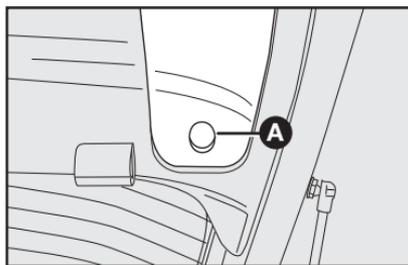

fig. 53
1) Utilizando uma chave philips, retirar a tampa **A-fig. 53** na parte interna da tampa do porta-malas.